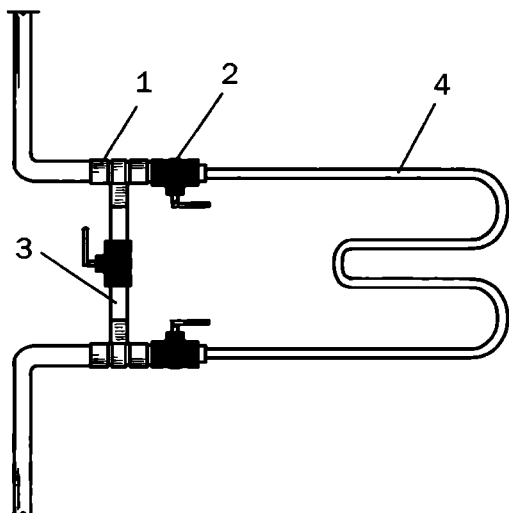

Рис. 30. Байпас: 1 — тройник; 2 — кран; 3 — сгон;
1. Смонтируйте байпас (рис. 30), т.е. обводную трубу, по которой пойдет вода в том случае, если доступ к полотенцесушителю будет перекрыт. В качестве подводки к нему используются трубы из нержавеющей стали. Для монтажа потребуются 2 тройника, 3 крана (два из них